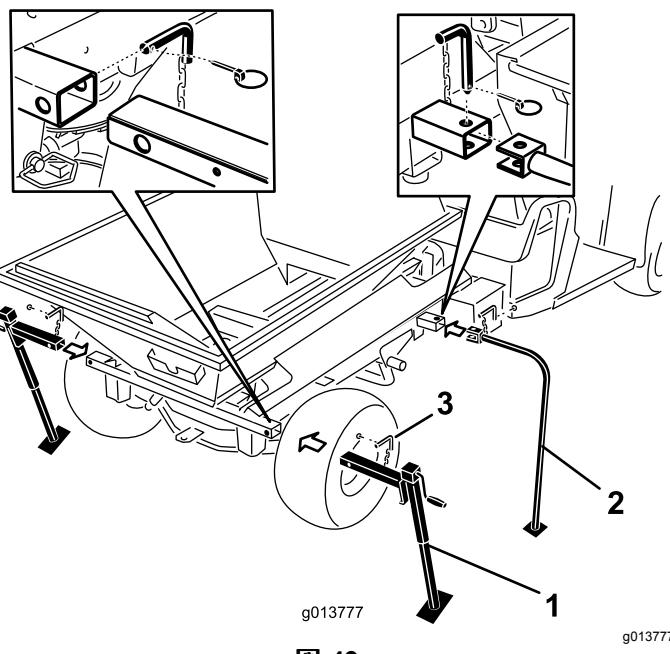

図 49
7. プロバスに、保管用スタンドの前脚と後部ジャッキを取り付け、ロックピンで固定する図 49。